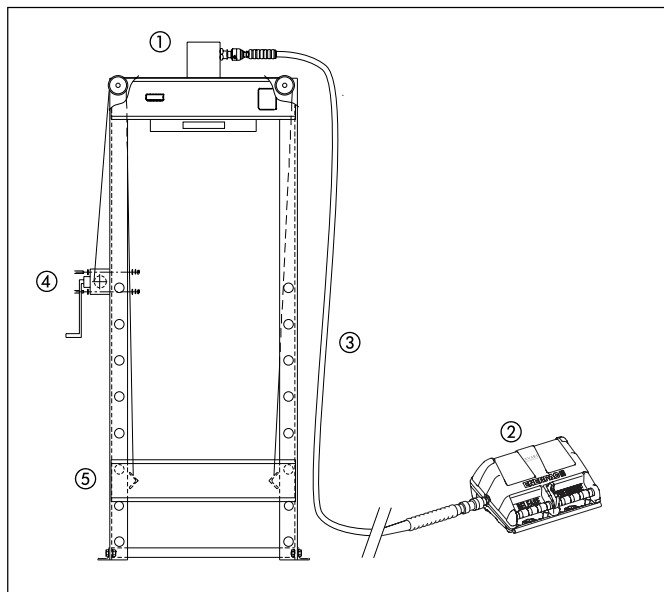

Figura 1, prensa de 25 toneladas da série XLP
3.0 INSTALAÇÃO (consulte a figura 1)